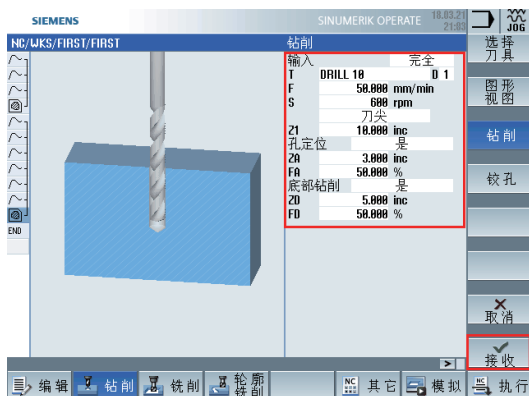
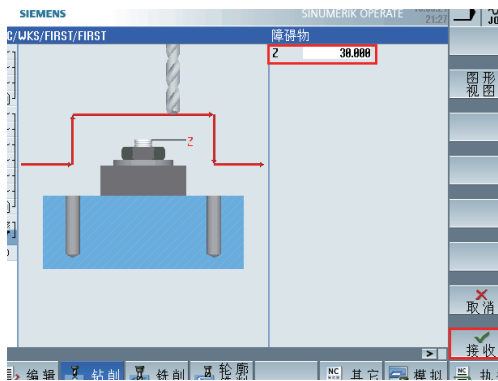
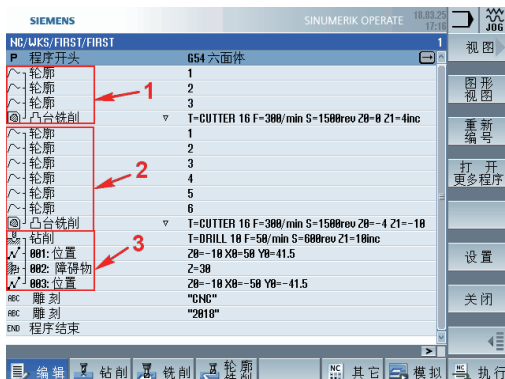

图 10
图 11
图 12
(2) 孔加工：继续完成孔加工，选择 **钻孔** 进入钻削加工模块，在垂直菜单中选择 **钻孔**，弹出如图 10 对话框并设置加工参数，按下 **接收** 键退出孔参数设置对话框。设置孔加工位置，按下 **位置**，在垂直菜单中按下 **自定义孔位置**，输入孔的点坐标位置。避免左下角孔加工完与凸台发生干涉，按下 **障碍物** 键，设定障碍物高度为 30，具体操作如图 11 所示，按下 **接收** 键，退出障碍物定义对话框。目前完成了凸台、轮廓、孔的数控程序，程序有三部分构成如图 12 所示。